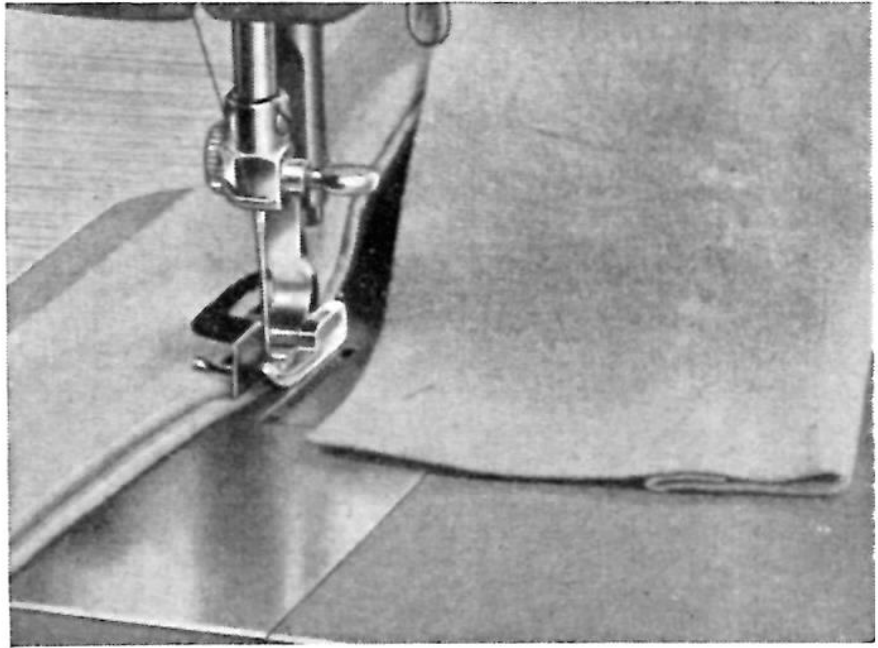

Abb. 34
Stichskala auf den abgebildeten Zierstich einstellen, Zickzack-Breite je nach Stoffstärke 1–1,5 mm, Stichlänge zwischen 1 und 2, Fadenspannung normal. Das Blindstichführungsblättchen wird mit dem Nähfuß Z-343 f angeschraubt (Abb. 34).
2. Dann faltet man die ganze Saumbreite nach der rechten Seite des Stoffes (siehe Abb. 34), wobei der Saum $\frac{1}{2}$ cm vorstehen muß. Auf diesem freien Stück wird der Blindstich ausgeführt.